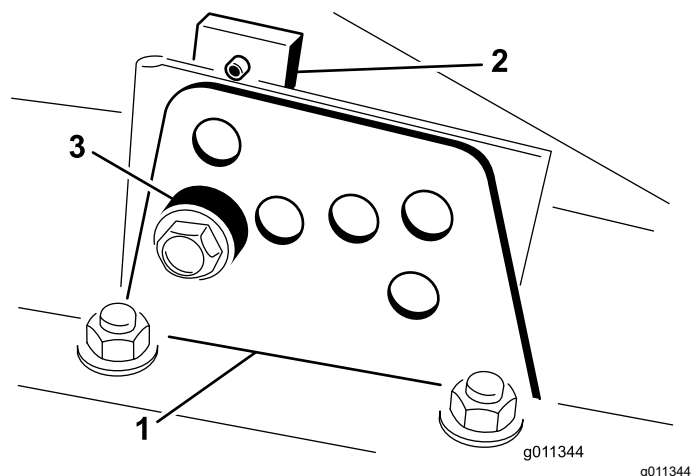

Figura 24
2. Desaperte o parafuso que prende o suporte da altura de corte à placa da altura de corte (frente e de cada lado), conforme se mostra na Figura 24.
4. Enquanto estiver suportar a câmara, retire o espaçador (Figura 24).